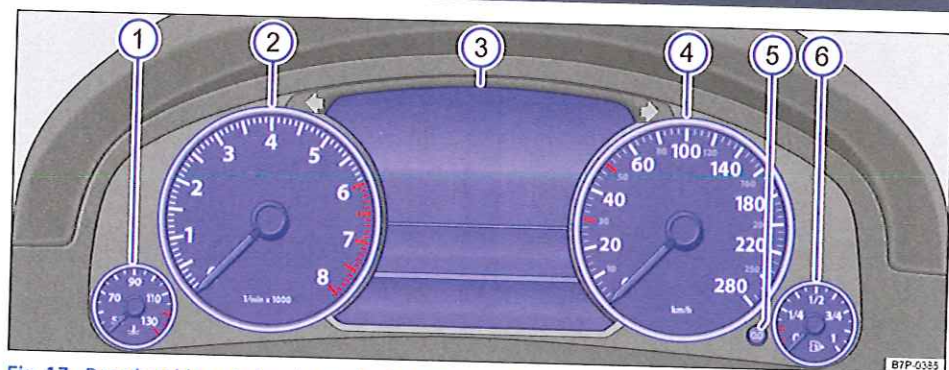

Fig. 17 Dans le tableau de bord : combiné d'instruments
Explications relatives aux cadrans → fig. 17 :
Suivant l'équipement du véhicule, différentes informations peuvent être indiquées sur l'afficheur du combiné d'instruments → fig. 17 ③ :